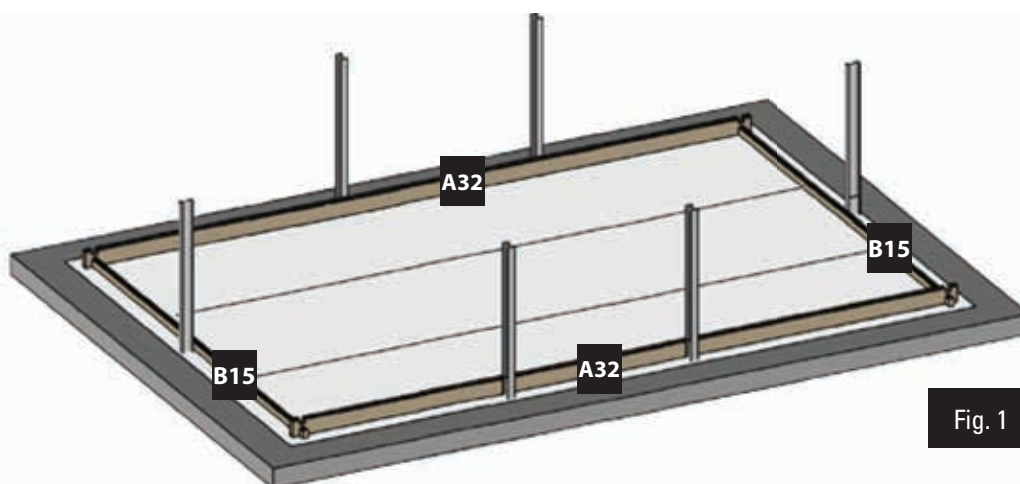

Fig. 1
**INSTALLATION OF THE FIRST LAYER OF BOARDS:** • Build the first layer placing boards (A32) and (B15) as shown by figure 1. • Adjust the shape of the pool using the inside dimensions indicated in the installation diagram (see page 40-41). • The drawing shows the inside dimensions of the pool for the different opposing diagonals. After having installed the first layer, you should check the inside dimensions of the pool.
**POSITIONNEMENT DE LA 1ÈRE RANGÉE DE MADRIERS :** • Constituez la première rangée, en disposant les madriers (A32) et (B15) comme indiqué sur la figure 1. • Ajustez la forme de la piscine en vous aidant des dimensions intérieures indiquées sur le plan d'implantation (Voir page 40-41). • Le plan donne les dimensions intérieures du bassin pour les différentes diagonales opposées.
**POSITIONIERUNG DER ERSTEN REIHE VON BRETTERN:** • Errichten Sie die erste Reihe, indem Bretter (A32) und (B15) platzieren, wie Abb. 1 zeigt. • Passen Sie die Form des Pools an, indem Sie die angezeigten Innenmaße verwenden, die in der Einbauzeichnung (Siehe Seite 40-41) aufgeführt sind. • Die Zeichnung zeigt die Innenmaße des Pools für die verschiedenen gegenüberliegenden Diagonalen.
**PLAATSING VAN DE EERSTE RIJ PLANKEN:** • Construeer de eerste rij door het plaatsen van planken (A32) en (B15) zoals te zien is op afbeelding 1. • Plan de vorm van het zwembad aan waarbij u gebruik maakt van de interne afmetingen die zijn aangegeven op het montageplan (Zie pagina 40-41). • Het plan geeft interne afmetingen van het zwembad aan voor de verschillende tegenover elkaar liggende diagonale lijnen.